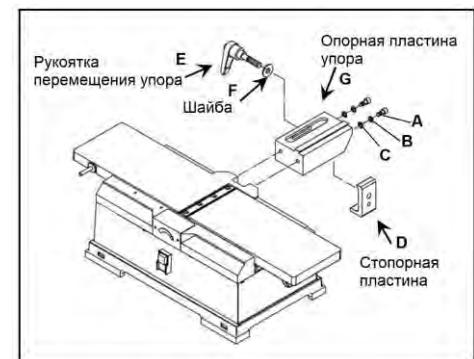

Рисунок 2
- Прикрепите основание упора (G, Рисунок 2) к фуговальному станку с помощью винтов (M6x16, A, Рисунок 2), плоских шайб (M6, B, Рисунок 2) и контршайб (M6, C, Рисунок 2).
- Вставьте стопорную пластину (D, рисунок 2) в основание упора. Установите стопорную пластину так, чтобы штифты касались нижнего края основания упора.
- Закрепите стопорную пластину в требуемом положении с помощью рукоятки перемещения упора (E, Рисунок 2) и шайбы (F, Рисунок 2).
- Наденьте упор и кронштейн на соединение «ласточкин хвост» основания упора (E, рис. 5) и стопорную пластину (D, рис. 2).
- Задвиньте упор вперед так, чтобы он находился над столами строгального станка. В этом положении край ограждения ножевого вала будет упираться в упор, и ножевой вал будет закрыт по всей ширине. Зафиксируйте кронштейн в этом положении с помощью рукоятки перемещения упора (E, Рисунок 2).